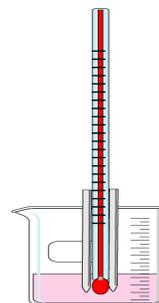

Figura 3
5. Sumerge en el aceite el bulbo del termómetro con el capilar que contiene la muestra cuidando que no le entre aceite al tubo capilar. (Figura 3)